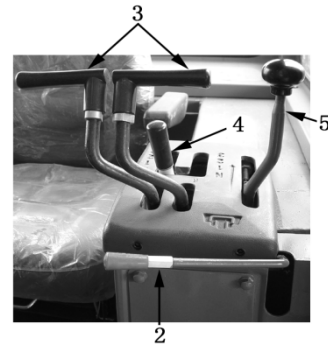

Figura 2-45
- 3) La palanca del cambio de velocidades (4) se encuentra en el punto muerto, y la palanca de cambio de velocidades de bloqueo se encuentra en la posición cerrada. (figura 2-45)
Lleve la palanca de la válvula de admisión a la posición de ralentí. (figura 2-45)
Lleve la palanca de giro de la válvula de admisión (5), para que el motor funcione unos 5 minutos. (figura 2-45)